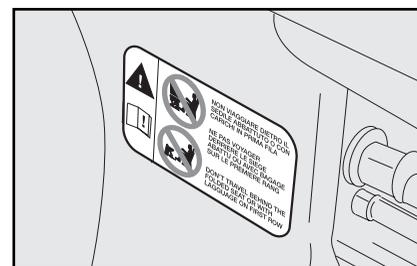
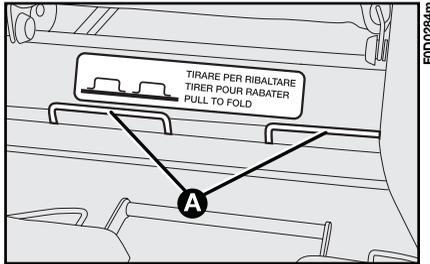
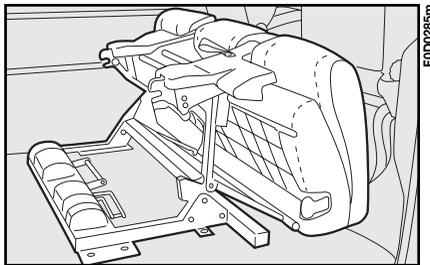

Abb. 65
Abb. 66
Abb. 67
*Fahren Sie nicht in der 3. Reihe, wenn die Sitzbank der 2. Reihe umgeklappt ist (siehe Abb. 67). Legen Sie auch keine Gegenstände auf die umgeklappte Rückenlehne der Sitzbank der 2. Reihe: Bei einem Aufprall oder einer scharfen Bremsung könnten die Gegenstände gegen die Fahrgäste geschleudert werden und diese schwer verletzen. Für weitere Informationen lesen Sie bitte die Angaben auf dem Aufkleber, der sich unter der Rückenlehne der Sitzbank befindet (Abb. 65).*
Wenn Sie die Sitzbank einpacken wollen, nachdem Sie sie umgekippt haben, ziehen Sie an den beiden Hebeln **A**, **Abb. 66** unter der Rückenlehne (wie auf dem Schild erklärt ist), und kippen Sie die komplette Sitzbankreihe nach vorn (**Abb. 67**).